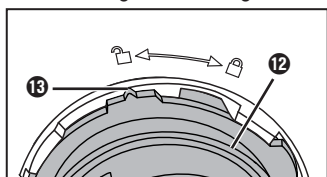

Abb. 6
- 6) Drehen Sie die Halterung **12** gegen den Uhrzeigersinn, bis die Markierung **13** an der Halterung **12** auf das -Symbol am Teigbehälter **15** zeigt (Abb. 6). Entnehmen Sie die Halterung **12** samt Teigwelle **10**.